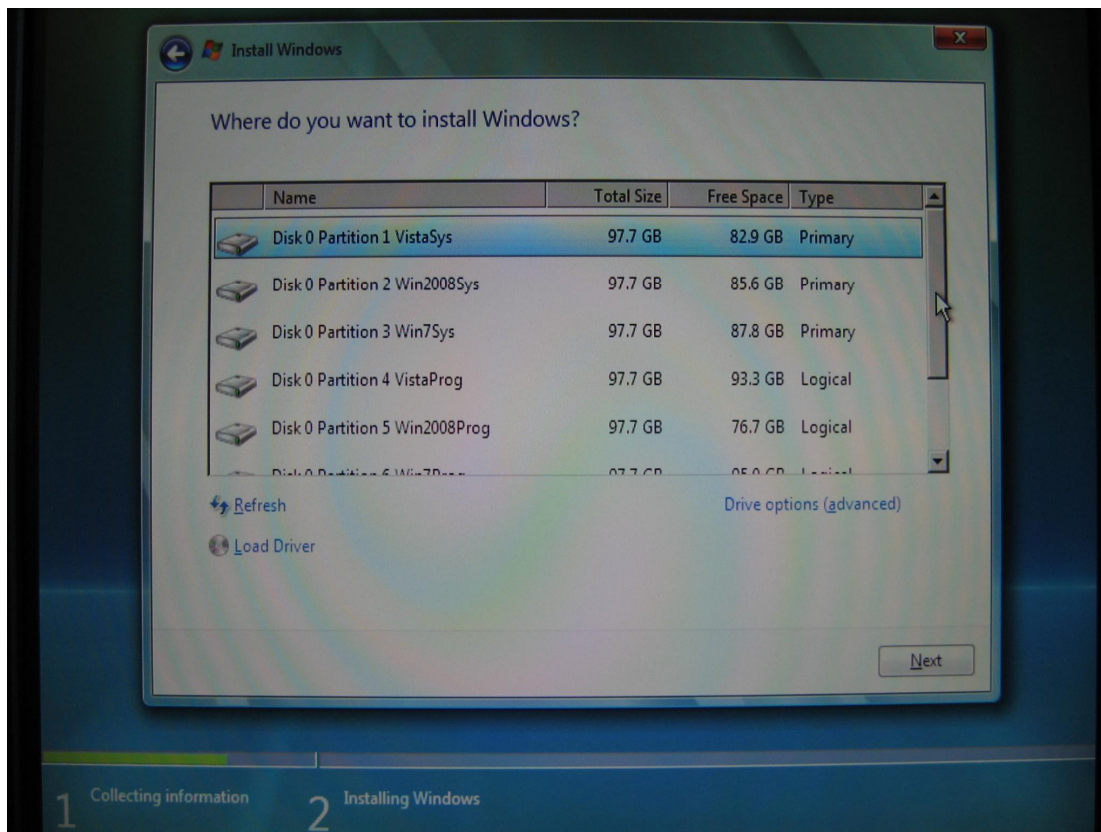

图 16
(C) 根据需要可以选择相应的分区安装操作系统，如图 16 所示。